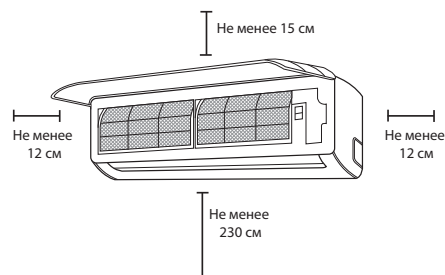

Рис. 1
- Обеспечьте свободное пространство для монтажа и обслуживания кондиционера, а также для установки дренажного шланга (см. схему расположения элементов рис. 1).